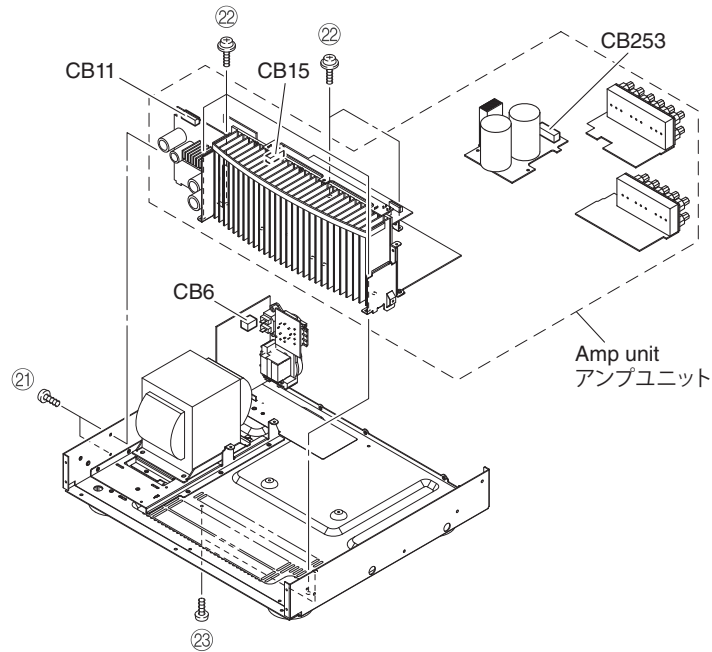

Fig. 10
- Remove 2 screws (㉑), 5 screws (㉒) and 2 screws (㉓). (Fig. 10)
- Remove CB6, CB11, CB15 and CB253. (Fig. 10)
- Remove the amp unit. (Fig. 10)
- ㉑ のネジ 2 本、㉒ のネジ 5 本、㉓ のネジ 2 本を外します。(Fig. 10)
- CB6、CB11、CB15、CB253 を外します。(Fig. 10)
- アンプユニットを取り外します。(Fig. 10)